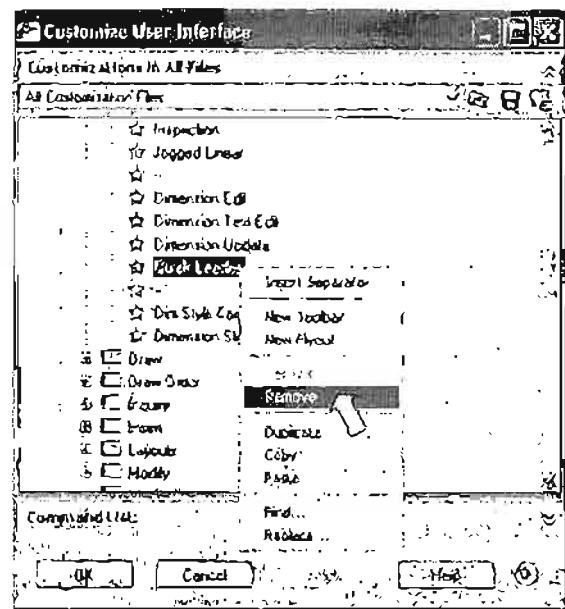

Рис. 1.44. Удаление кнопки с панели инструментов
3. Для удаления кнопки с панели инструментов разверните на этой панели список кнопок щелчком на знаке плюс (+) слева от ее имени, вызовите контекстное меню щелчком правой кнопки мыши на строке с именем удаляемой кнопки и выберите из него пункт *Remove* (Удалить) (рис. 1.44), а затем подтвердите необходимое.